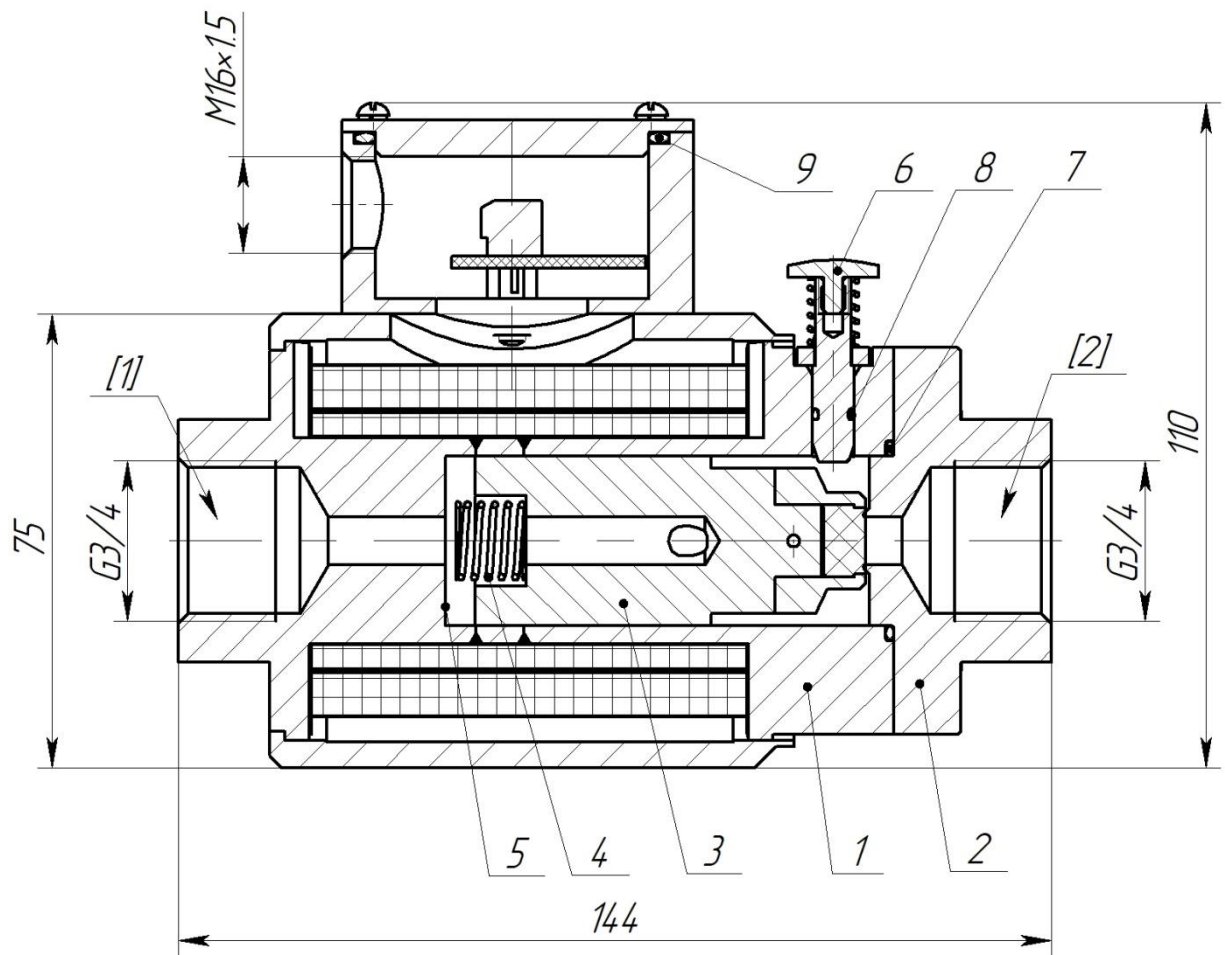

Рисунок 5.1 – Общий вид клапана
13. Габаритные размеры, мм	См. рис. 5.1
При проведении текущего ремонта (см. табл. 8.1) производится разборка клапана в следующей последовательности (рис. 5.1): отвинтить винты на фланце 2, снять фланец, отвинтить винты ручного дублера 6. Из внутренней полости клапана извлечь ручной дублер 6, якорь 3, пружину 4, а также шайбу 5. Повреждения уплотнительных поверхностей фланца 2 и якоря 3 при разборке/сборке не допускаются.